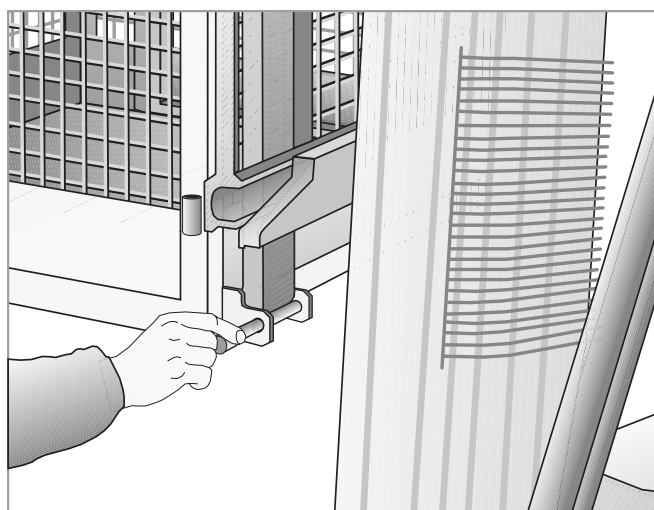

Fig. 5.2.6
- Applicare la copiglia (**fig. 5.2.5**), in modo da garantire la configurazione finale illustrata in **fig. 5.2.6**.